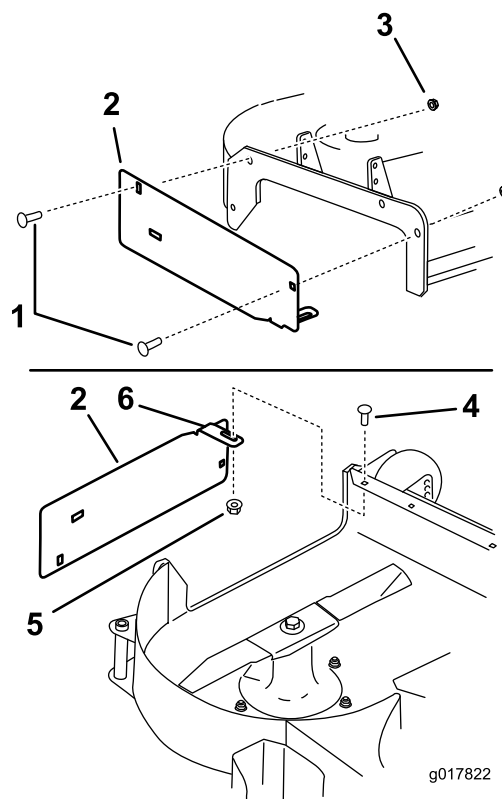

Figura 4
1. Montate la piastra di scarico sul lato esterno della staffa di montaggio con 2 bulloni a testa tonda (3/8" x 1-1/4") e 2 dadi flangiati (flangia piccola) (3/8") come illustrato nella Figura 4.
2. Montate l'aletta sul lato interno del piatto di taglio con 1 bullone a testa tonda (5/16" x 7/8") e 1 dado flangiato (5/16") come illustrato nella Figura 4.